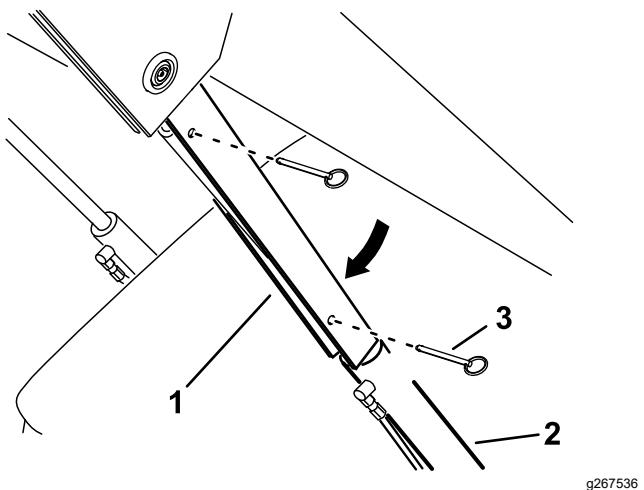

Figura 32
5. Coloque el bloqueo del cilindro sobre la varilla del cilindro de elevación (Figura 32).